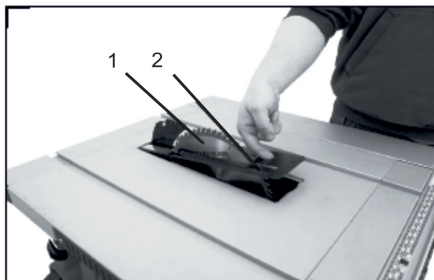

Рис. 25
2. Снимите отсекаТЕЛЬ 2 (рис. 25)